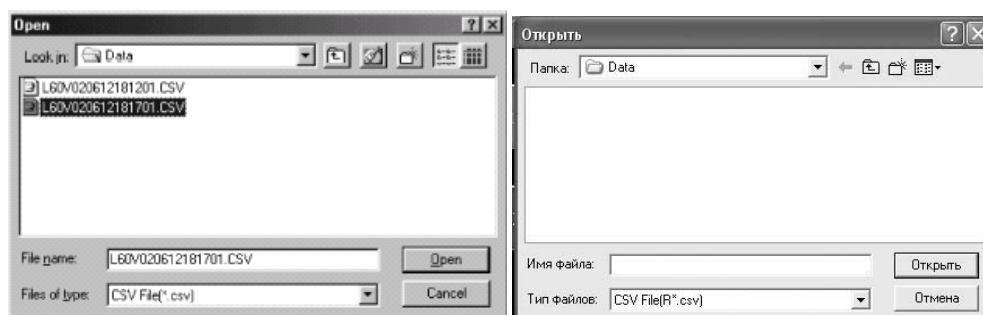

Рис. 62
5. Выбрать файл, содержащий сохраненные данные графика, который Вы хотите просмотреть, и затем щелкнуть **Открыть(Open)**. (Рис. 62)